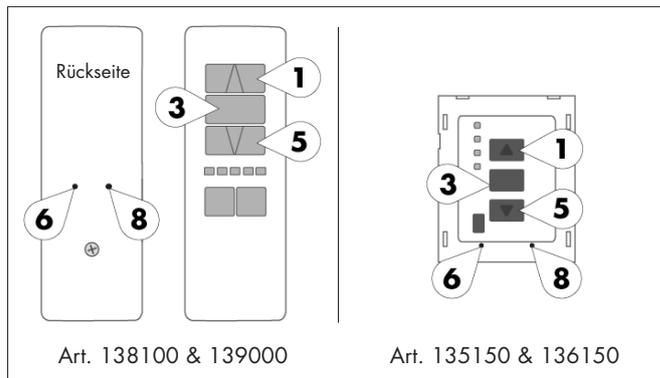

Abb.2: Tastenerklärung der Furohre Handsender
1. Motor in den Lernmodus versetzen: hierzu die Taste 6 (siehe Abb.2) so lange drücken, bis der Motor sichtbar in eine Richtung läuft
2. jetzt innerhalb von 5 Sek. die Taste des Handsenders drücken, in die der Motor gelaufen ist (ist der Motor herabgelaufen also die Herabtaste (5) - ist er heraufgelaufen die Herauftaste (1))
Um alle Sender zu löschen, gleichzeitig beide Tasten des MASTER (Taste 6 u. 3 (Abb.2)) drücken bis der Motor kurz in beide Drehrichtung fährt. Diese Bewegung bedeutet, dass das Löschenverfahren korrekt durchgeführt wurde.